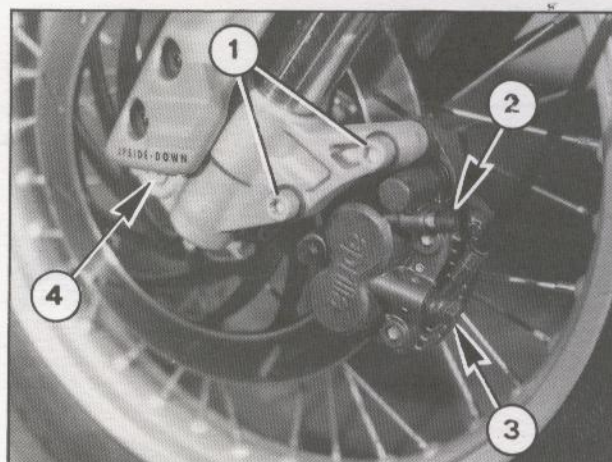

Fig. 16
- Svitare e togliere le viti di fissaggio della pinza (1 Fig. 16).
- Unscrew and remove the caliper securing screw (1 Fig. 16).
- Togliere il cappuccio di protezione della vite di spurgo sulla pinza (2 Fig. 16).
- Staccare la tubazione (3 Fig. 16), le viti di fissaggio alla forcella (1 Fig. 16) e rimuovere la pinza.
- Remove the bleed screw guard cap from the caliper (2 Fig. 16).
- Remove the hose (3 Fig. 16) and the fork securing screws (1 Fig. 16) and then remove the caliper.